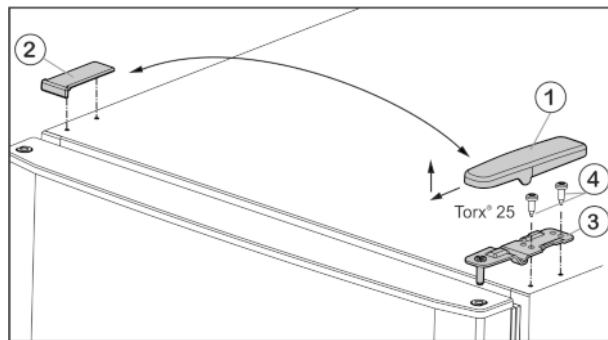

Fig. 6
- ▶ Kryt Fig. 6 (1) odoberte smerom dopredu a hore.
- ▶ Kryt Fig. 6 (2) nadvihnite.
- ▶ Hornú ložiskovú konzolu Fig. 6 (3) odskrutkujte (2 x Torx® 25) Fig. 6 (4) a odoberte smerom hore.
- ▶ Vrchnú ložiskovú konzolu *Fig. 6 (3)* nasadíte na novej strane závesu do dverí.
- ▶ Hornú ložiskovú konzolu **pevne (pomocou krútiaceho momentu 4 Nm)** priskrutkujte (2x Torx® 25) *Fig. 6 (4)*. V prípade potreby použite akumulátorový skrutkovač.
- ▶ Kryt *Fig. 6 (1)* nasadíte na opačnú stranu zvonka a zaklapnete.
- ▶ Kryt *Fig. 6 (2)* nasadíte vždy na opačnú stranu zhora a zaklapnete.